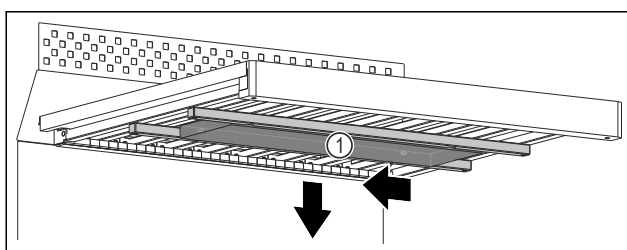

Fig. 111
- Empuje el cajón de agua Fig. 111 (1) hacia la izquierda.
- Retire el cajón de agua Fig. 111 (1) hacia abajo.